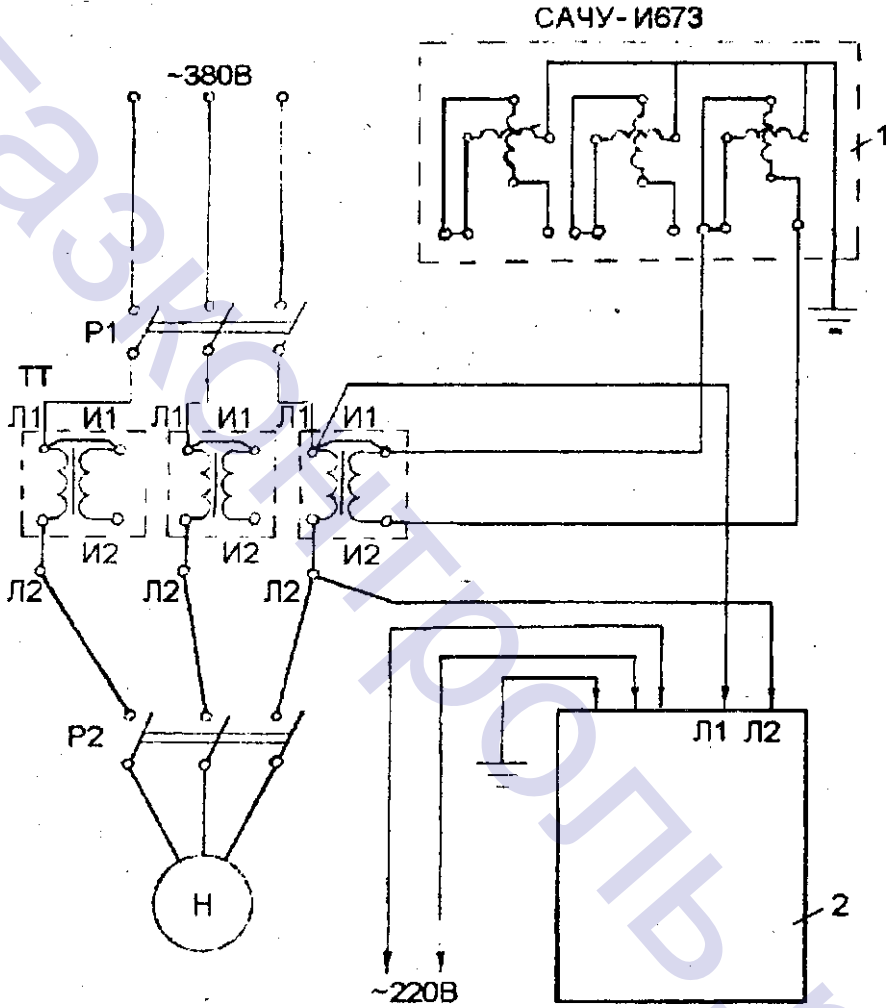
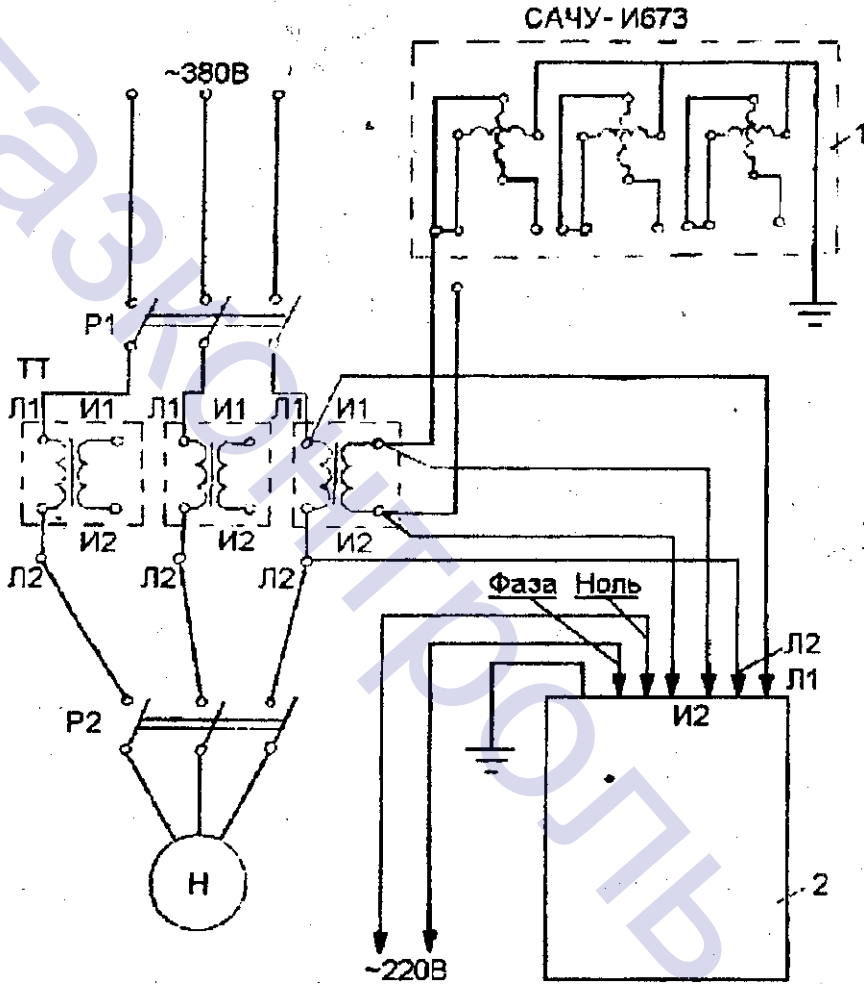

Рис.2. Схема подключения прибора для проверки правильности включения счетчика.
Рис.3. Схема-подключения прибора для проверки коэффициента трансформации.
2.5.4 Схемы подключений прибора для проверки правильности включения счетчика и проверки коэффициента трансформации приведены на рис.2 и рис.3.